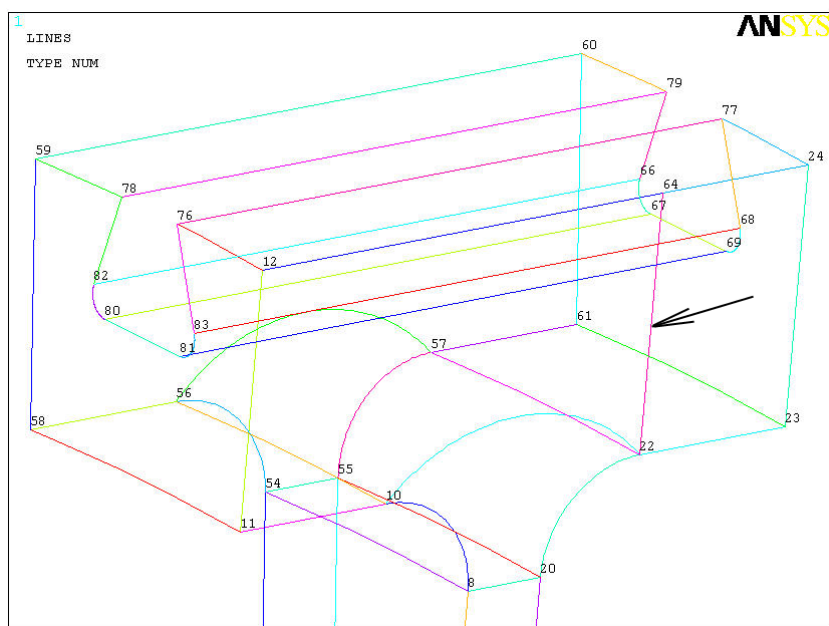
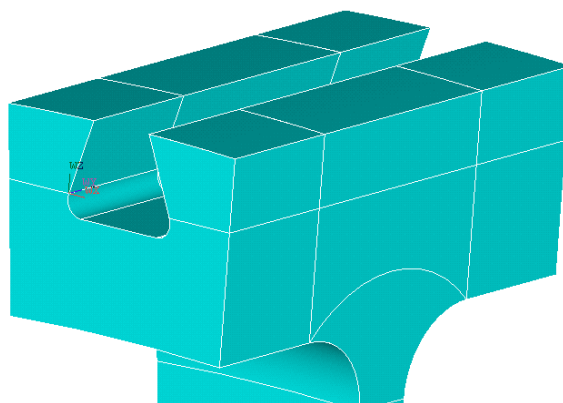

Рис.7.12. Вспомогательный отрезок
Рис. 7.14. Окончательное разбиение обода диска на отдельные объемы
1) Постройте отрезок из точки 22, перпендикулярный к линии 10: PrPr → **Modeling** → **Create** → **Line** → **Lines** → **Normal to Line**. При этом линия 10 разделится на две линии, с разделяющей точкой КР64 (рис. 7.12);
5) Прodelайте аналогичные действия с другой частью обода диска, вспомогательный отрезок строится из точки КР10 (см. рис. 7.12 и 7.13);
6) Разрежьте обод горизонтальной рабочей плоскостью. Совместите WorkPlane с точками КР82, КР83, К68 (см. рис. 7.12), затем аналогично пп. 4 разрежьте три объема обода, указав их в меню булевой операции. Результат на рис. 7.14;